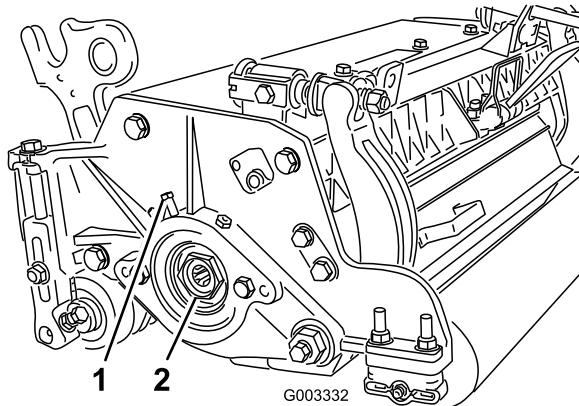

Bild 32
- A. Lösen Sie die externen Stellschrauben, mit denen die Einstellmutter des Lagers am Lagergehäuse links an der Schneideeinheit befestigt ist (Bild 32).